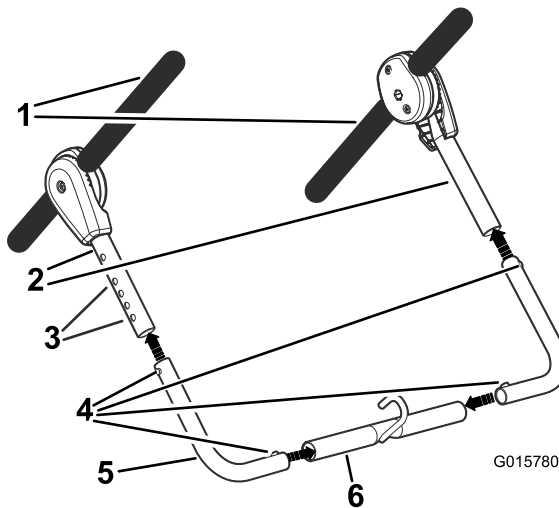

Figure 3
1. Fixez les tubes d'angle au tube d'attelage en appuyant sur les goupilles Valco et en les verrouillant en place dans les trous Valco (Figure 3).
2. Fixez les tubes d'angle au tubes verticaux en appuyant sur les goupilles Valco et en les verrouillant en place dans les trous Valco (Figure 3).